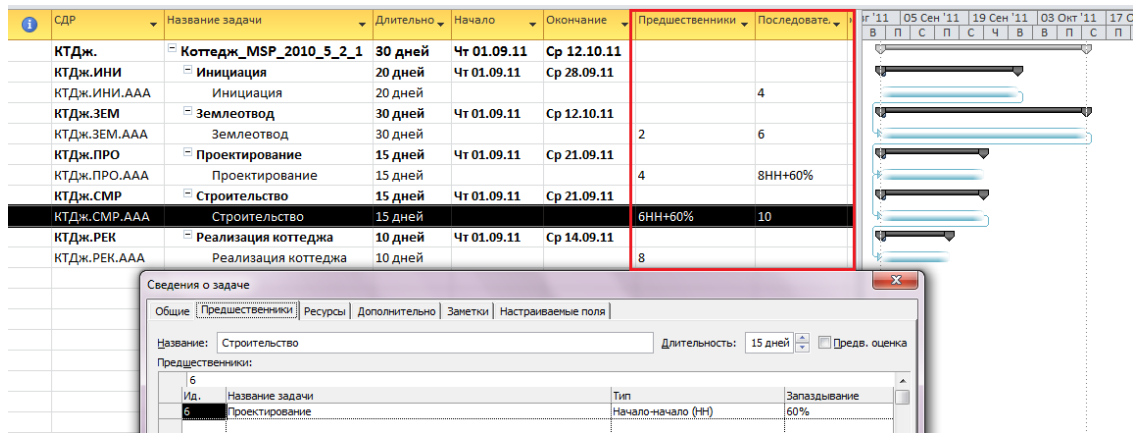

Рисунок 5.13 Формирование связей между задачами в проекте
- b. В ячейках данной колонки вписать идентификатор «Ид.» предшествующей задачи или соответственно последующей, и при необходимости указать значение опережения или задержки, Рисунок 5.13.
Характеристика связей между задачами приведена в Таблица 5.2, результат отображен на Рисунок 5.13.